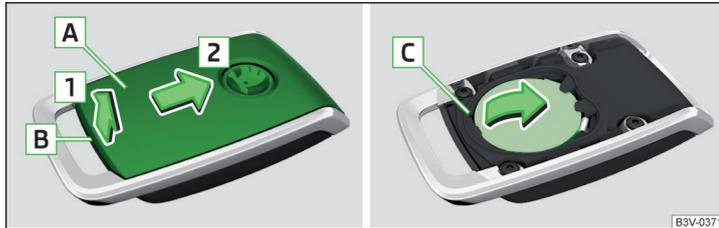

Abb. 333 Abdeckung aufklappen / Batterie herausnehmen
- Mit einem dünnen Schlitzschraubendreher die Abdeckung **A** im Bereich **B** lösen » Abb. 333.